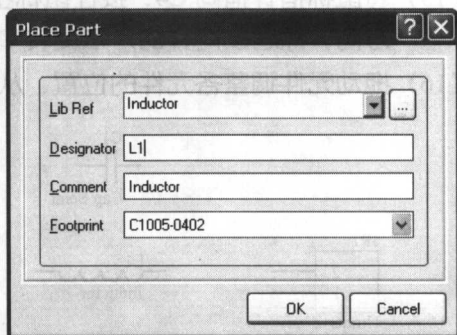

图 1-7 设置参数
- (10) 在该对话框中输入如图 1-7 所示的内容后，单击 **OK** 按钮，进入原理图编辑工作环境，一个浮动的电感随着光标一起移动，在适当位置单击鼠标左键放置该电感；